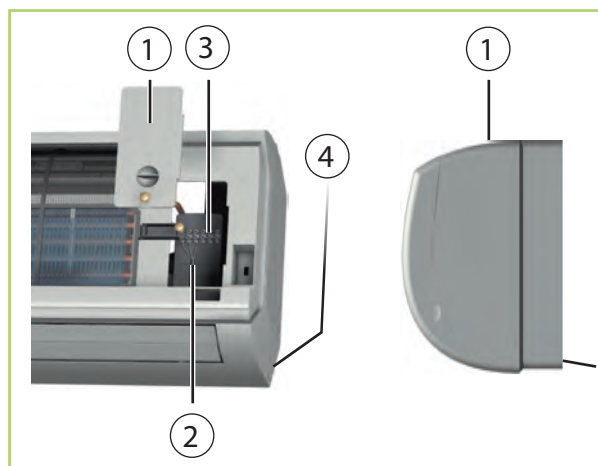

Abb. 31: Anschluss des Innengerätes
2. ➤ Lösen Sie die Abdeckungen auf der rechten Seite (Abb. 31).